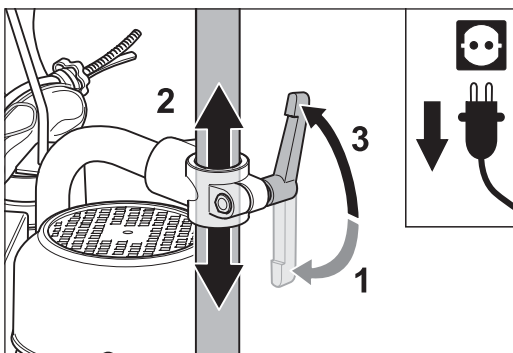
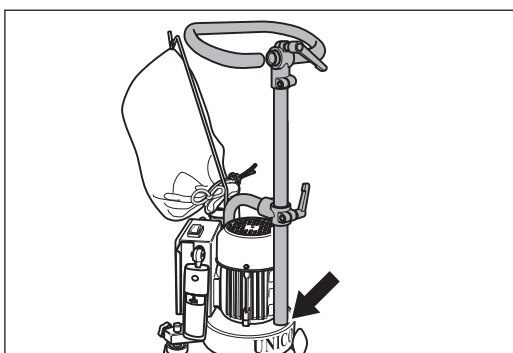

Abb. 13 Den Klemmhebel lösen (1), das Führungsrohr entsprechend Ihrer Körpergröße verschieben (2) und den Klemmhebel wieder festziehen (3).
Abb. 14 Das Führungsrohr kann nach unten bis auf das Ventilatorgehäuse geschoben werden.
- 2 Um die Griffhöhe einzustellen, lösen Sie den Klemmhebel am vorderen Ende des Rohrbogens (Abb. 13, 1).
- 3 Schieben Sie das Führungsrohr nach oben oder nach unten (Abb. 13, 2). Es kann unten auch auf dem Ventilatorgehäuse aufsitzen (Abb. 14).
- 4 Ziehen Sie den Klemmhebel wieder fest (Abb. 13, 3).